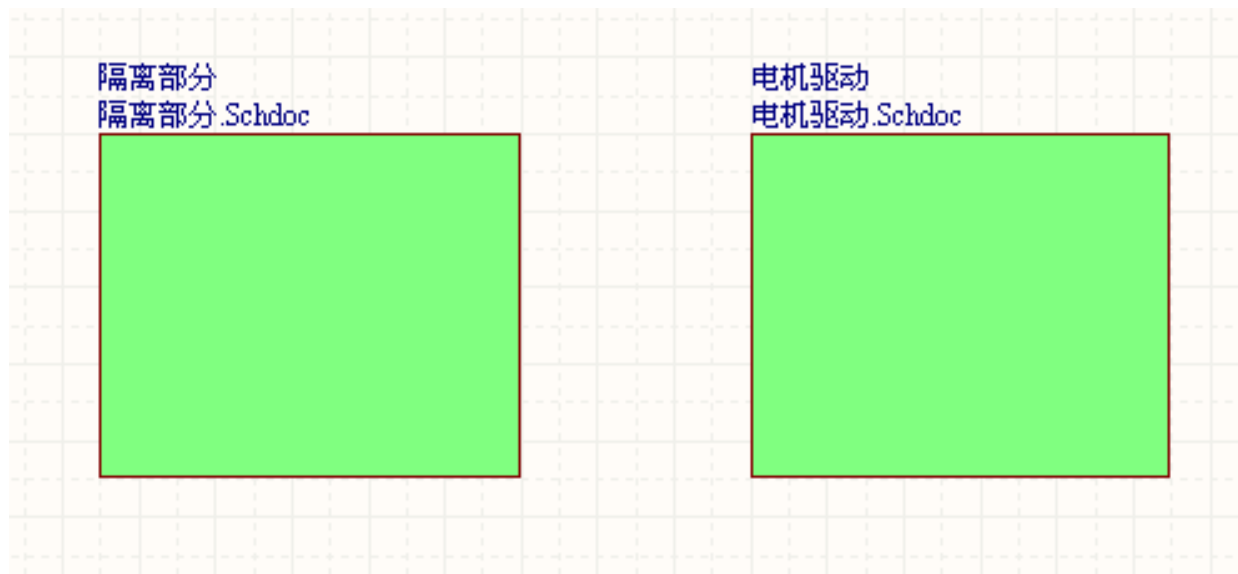

图11-4 放入两个方块图符号后的上层原理图
- (7) 目前还处于放置方块图状态，按Tab键，弹出“Sheet Symbol”对话框的，在“Designator”处输入“电机驱动”，在“Filename”编辑框内输入“电机驱动.SchDoc”，重复步骤（6）在原理图上插入第二个方块图(方框图)符号,如图11-4所示。